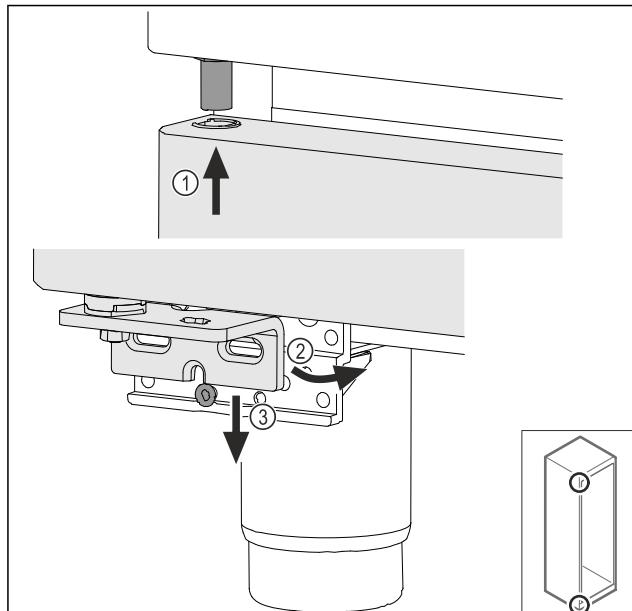

Fig. 34
- ▶ Introducir la puerta ligeramente inclinada en la parte superior Fig. 34 (1), alinear la puerta para que quede recta Fig. 34 (2) y colocarla en la parte inferior del tornillo de soporte de cojinetes Fig. 34 (3).